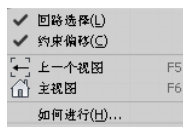

图 2-38 偏移过程中的“关联”菜单
- (1) 单击【草图】标签栏【修改】面板上【偏移】按钮，单击要复制的草图几何图元。
- (2) 在要放置偏移图元的方向上移动光标，此时可预览偏移生成的图元。
- (3) 单击左键以创建新几何图元。
- (4) 如果需要，可使用尺寸标注工具设置指定的偏移距离。
(5) 在移动鼠标以预览偏移图元的过程中，如果单击右键，可打开【关联】菜单，如图 2-38 所示，在默认情况下，选择回路和约束偏移量两个选项是选中的，也就是说软件会自动选择回路（端点连在一起的曲线）并将偏移曲线约束为与原曲线距离相等。